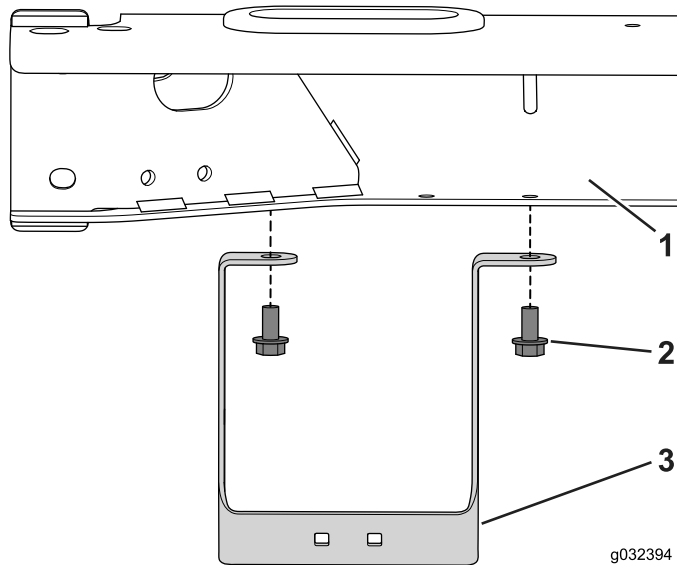

図 27
1. ボルト5/16 x 5/8インチ2本を使って、ホースブラケットをフレームに固定する 図 27。